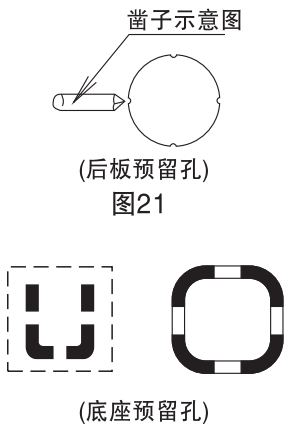
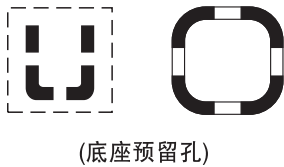

图21
图22
- 底座底面和左右预留孔（下引出和左右引出时）详细图见图22，用锯子锯断引出口与底座的搭连处；后板预留孔（后面引出时）详细图见图21，在敲除时，请用凿子对准搭连处，再用锤子敲打。